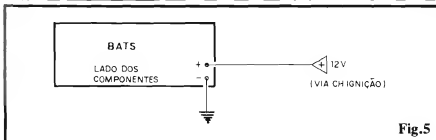
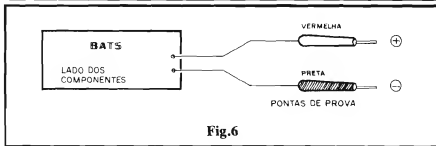

Fig.5
Fig.6
**FIG. 5 - CONEXÕES EXTERNAS À PLACA** - Nada mais do que as "entradas" **positiva** e **negativa** são as ligações necessárias ao Circuito Impresso do BATS... Para efeito de codificação, convém sempre manter a norma de fio **vermelho** na conexão do **positivo** e fio **preto** na ligação do **ne-**
**- FIG. 6 - CONEXÕES EXTERNAS PARA UTILIZAÇÃO OFICIAL -** Se a idéia for usar o BATS na oficina, então seu lay out final exigirá (para perfeita praticidade...) que as conexões do **positivo/negativo** sejam feitas com o auxílio de cabos não muito curtos, de preferência bem flexíveis, isolados nas cores convencionais (vermelho/preto), e terminados por pontas de prova (o **negativo** pode - opcionalmente - ser terminado numa garra "pesada", do tipo normalmente utilizados nos carregadores de bateria, etc. Em qualquer dos casos (figs. 5 ou 6) é óbvio que as ligações finais dependerão da disposição de caixa, painel, **container** adotado, etc. Assim, recomendamos ao Lei-